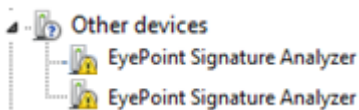

Рисунок 6. Отображение устройств в диспетчере устройств
5. После подключения устройства запустится автоматический поиск драйверов, который, завершится неудачей. Для установки драйверов найдите в "Диспетчере устройств" раздел "Другие устройства", в нем должны быть два устройства EyePoint Signature Analyser (Рисунок 6).